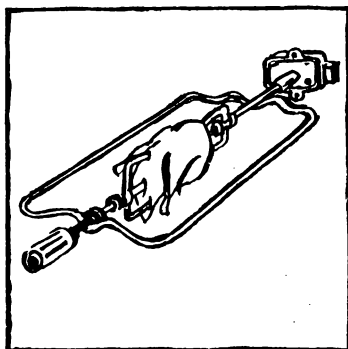

Рис. 8. Вертел с рамкой.
2. Далее необходимо надеть на штырь вертела приготовленное для жарения мясо, зажать его съемными вилками, застопорить вилки с помощью винтов, установить рамку (рис. 8) в четвертый сверху паз духовки, на рамку установить штырь с мясом, в плите модели 1457 конец штыря вставить в муфту моторредуктора, ручку снять, на нижние пазы духовки установить жаровню для сбора жира, включить привод вертела.
В плите модели 1457 для установки вертела может применяться вместо рамки подвесной крючок (рис. 8а).
Рис. 8а. Вертел с крючком.
Усы крючка вставить в пазы верхней полки духовки и повернуть крючок вниз (см. рис. 8б).
Рис. 8б. Устиновка крючка.
Если штырь выходит из муфты и не вращается, необходимо, сместив втулку, закрепить ее на штыре в таком положении, чтобы штырь был в подпружиненном состоянии (см. рис. 8в).
Рис. 8в. Регулировка вертела.